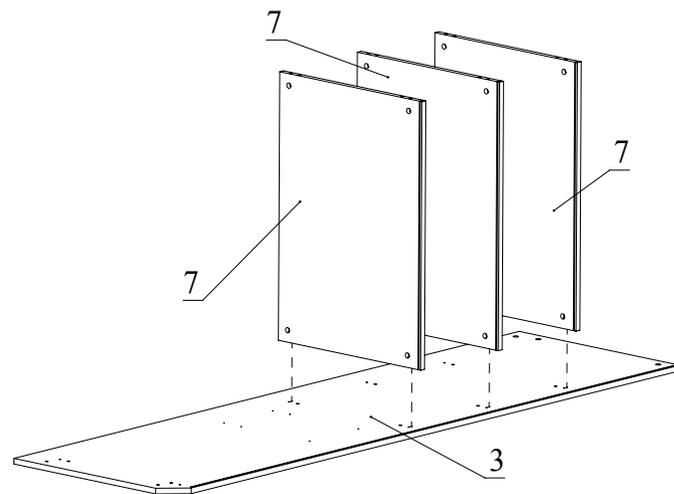

Рис.6
4. С помощью минификс соедините детали 7 и 3 (Рис. 6) .